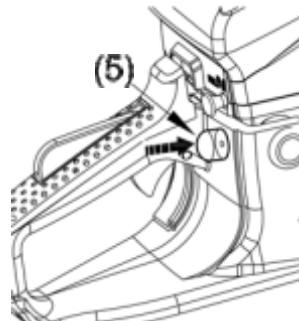

Рис. 6.4
5. Нажмите на праймер для предварительной подкачки топлива (рис. 6.4 поз. 5) до тех пор, пока топливо не поступит в грушу.